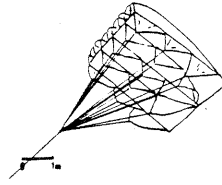

Abb.2
2) Parafoil von Domina Jalbert (Abb. 2)